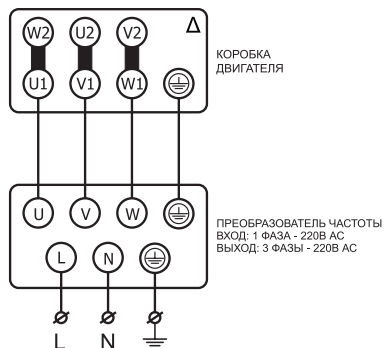

Рисунок 4
12.3 Допускается вентиляторы с двигателями на номинальное напряжение Δ/Y 220/380В подключать к однофазной сети с переменным напряжением 220В только через однофазный преобразователь частоты с выходом три фазы по 220В переменного тока, предварительно переключив схему соединения обмоток двигателя в треугольник Δ 220В (см. рисунок 4), в противном случае двигатель может выйти из строя.